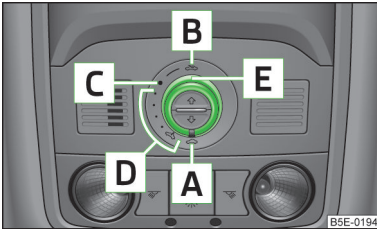
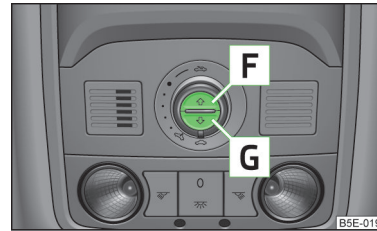

Abb. 27
Abb. 28
- Wurde z. B. die Batterie abgeklemmt und wieder angeklemt, kann es passieren, dass das Schiebe-/Ausstelltdach außer Funktion ist. Dann den Drehschalter in die Schalterstellung  » Abb. 27 auf Seite 51 stellen, ziehen und an der Aussparung nach unten und vorn festhalten. Nach etwa 10 Sekunden geht das Schiebe-/Ausstelltdach auf und wieder zu. Erst danach den Drehschalter wieder loslassen.
- Wurde z. B. die Batterie abgeklemmt und wieder angeklemt, kann es passieren, dass das Sonnenschutzrollo außer Funktion ist. Dann den Schalter in Stellung  » Abb. 27 auf Seite 51 drehen, die Taste  » Abb. 28 auf Seite 51 drücken und halten. Nach etwa 10 Sekunden geht das Sonnenschutzrollo auf und wieder zu. Erst danach den Drehschalter wieder loslassen.
➤ Den Schalter in Stellung **C** » Abb. 27 drehen.
- Den Schalter in Stellung **A** » Abb. 27 drehen.
Das Sonnenschutzrollo kann mithilfe der Tasten geschlossen bzw. geöffnet werden » Abb. 28.
- Zum vollständigen Öffnen die Taste **F** » Abb. 28 kurz drücken.
- Zum vollständigen Schließen die Taste **G** » Abb. 28 kurz drücken.